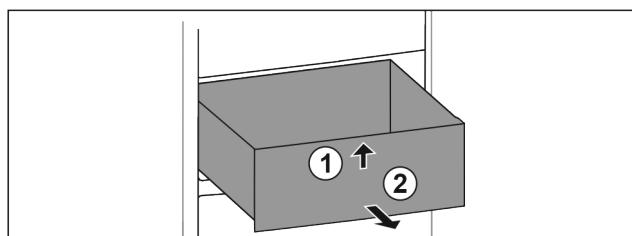

Fig. 81
- Nadzvedněte zásuvku vpředu. Fig. 81 (1)
- Vyjměte zásuvku dopředu. Fig. 81 (2)